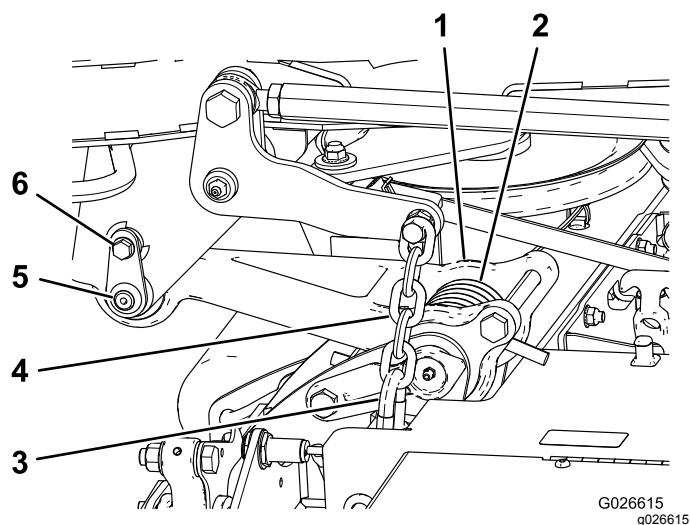

Figura 19
Nota: Coloque um bloco de madeira ou calço semelhante sob cada articulação para a prender na posição elevada (Figura 19).
2. Alinhe a articulação à estrutura e ligue a articulação com o pino de retenção (Figura 19).
3. Prenda o pino de retenção na estrutura com o parafuso de ombro (Figura 19).